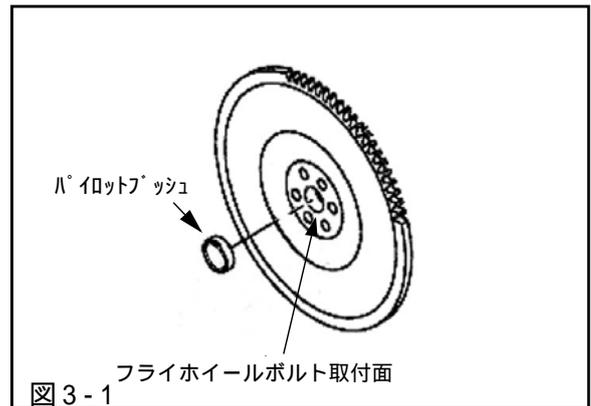

図3-1
- (1) フライホイールにパイロットブッシュをプレスを用いて、フライホイールボルト取付け面と同じ高さになるまで圧入してください。(図3-1)(P3×1,P5×1)